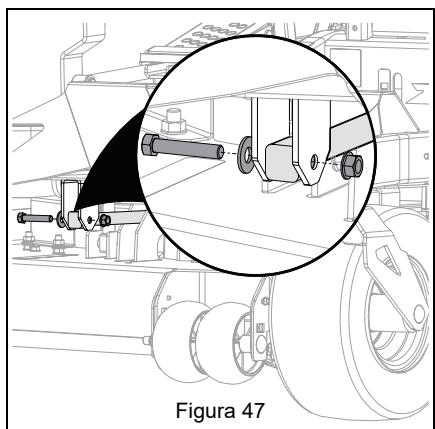

Figura 47
6. Svitare la bulloneria dai tiranti longitudinali sul telaio. Vedere Figura 47.